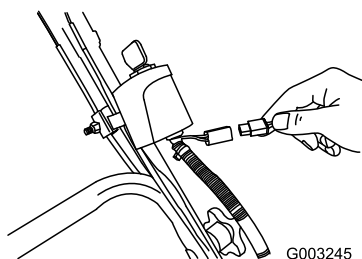

Figure 38
1. Branchez le chargeur au faisceau de câblage de la tondeuse situé sous la clé de contact (Figure 38).